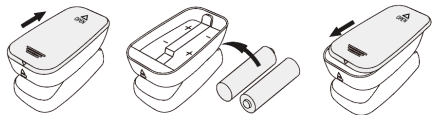

Figura 3. Montaggio delle batterie
Passo 1. Fare riferimento alla Figura 3 e inserire 2 batterie AAA nel verso corretto.